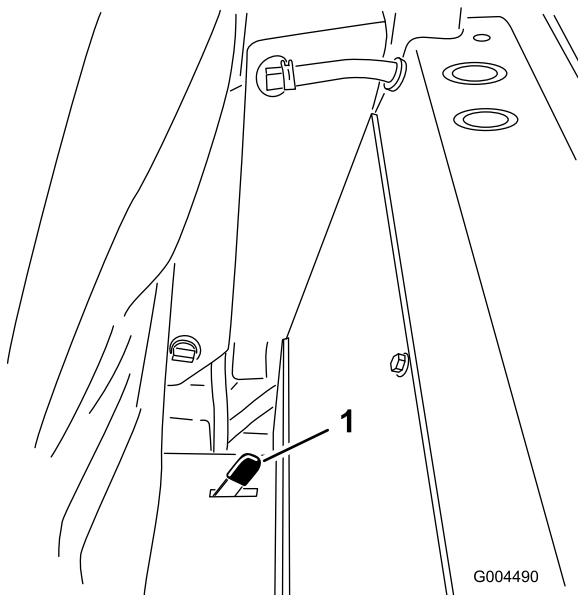

Figura 50
2. Presione uno de los enganches del asiento situados detrás y en los lados del mismo hacia atrás para desenganchar el asiento, y tire hacia adelante la parte superior del asiento (Figura 50).